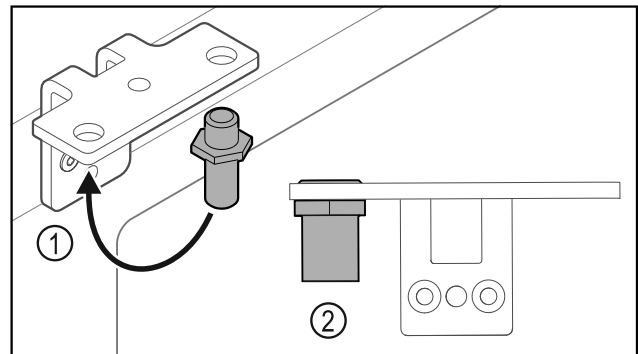

Fig. 38
- ▶ Premiestnite čap Fig. 38 (1) v uholníku závesu.
- ▶ Uťahnite čap Fig. 38 (2) **ťahovacím momentom 12 Nm**.